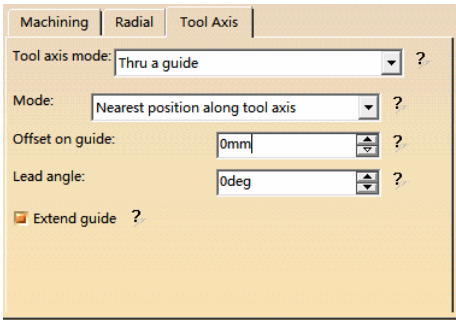

图 5-130 “Tool Axis” 选项卡 (7)
● 在“Tool Axis”选项卡 (7) 的“Tool axis mode”下拉列表中选择“Thru a guide”，如图 5-130 所示。